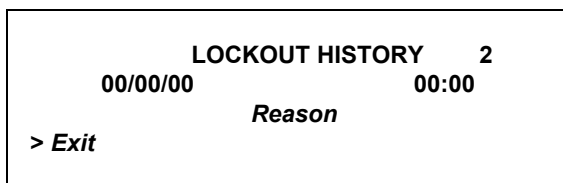

图 44
**LOCKOUT HISTORY（锁定历史）** 屏幕显示最近 40 次硬锁定、软锁定、刷子清洗日期或中止加热循环的记录。在右上角显示有页码，第 1 页总是包含最近一次的故障记录。（见图 44）